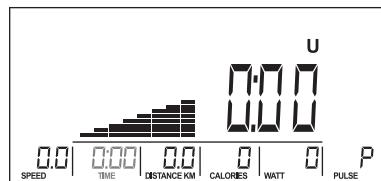

Рис. 23
- За допомогою регулятора встановіть значення TIME. (Рис. 23).